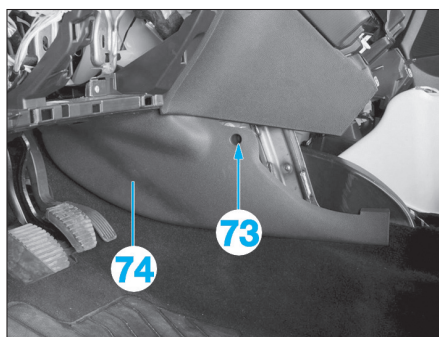

Fig. 42
- Déposer la vis (73) puis la garniture (74) (effectuer la même chose de l'autre côté) (Fig.42).